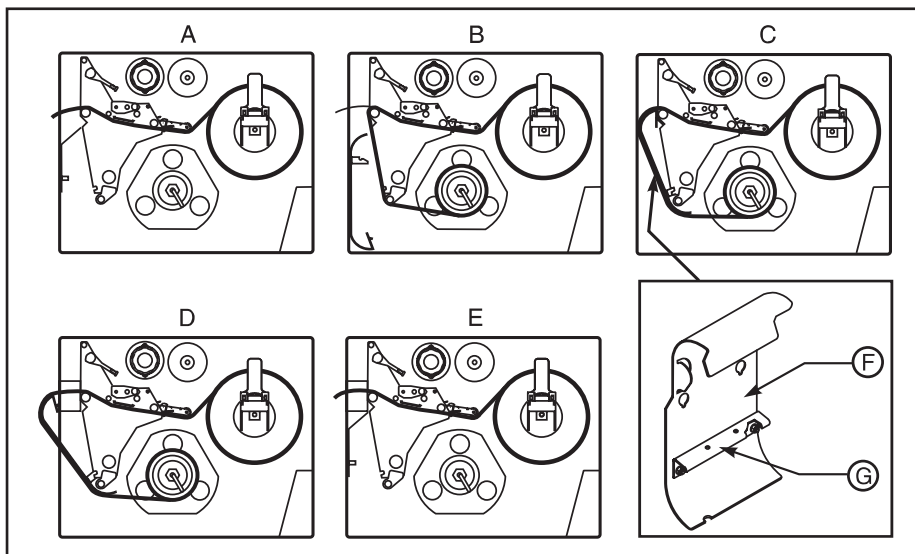

Figura 6
Caricamento del modulo nella modalità a strappo (figura 6-A)
(figura 6-B)
(figura 6-C e 6-D)
1. Rimuovere la piastra del riavvolgitore del rotolo (figura 6-F) dal punto in cui era stata riposta davanti al meccanismo di stampa all'interno dello scomparto del rotolo.
2. Invertire la piastra del riavvolgitore in modo che la linguetta della piastrina del gancio attaccata (figura 6-G) sia rivolta verso il basso.
4. (Solo per stampanti fornite di opzione con tagliarina/riavvolgitore, figura 6-D). Inserire le due alette della piastra del riavvolgitore nelle fessure corrispondenti della staffa di supporto della tagliarina. La piastra del riavvolgitore deve "scattare" nella corretta posizione.
Modalità a taglierina (figura 6-E)
1. Caricare il modulo seguendo le istruzioni sopradescritte per la modalità a strappo, ma alimentare le etichette attraverso il modulo della taglierina come mostrato nella figura 6-E.